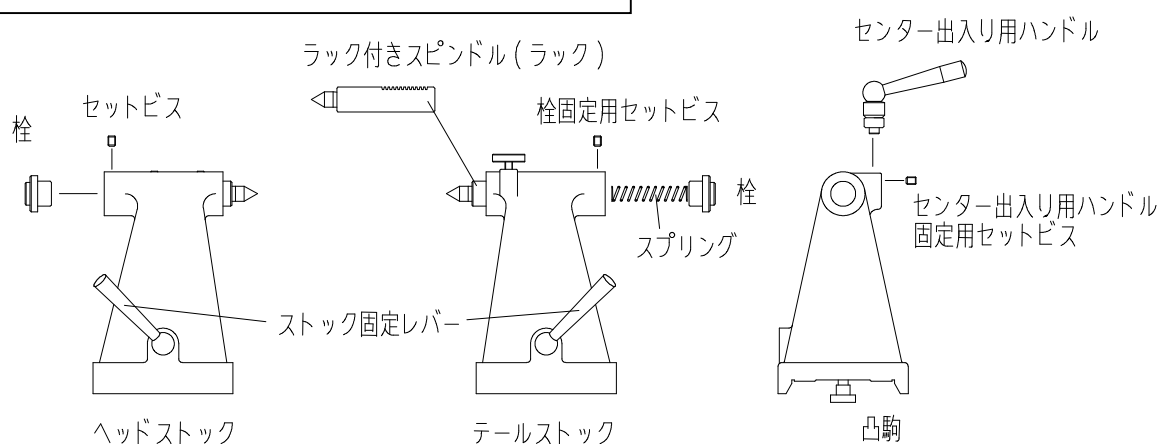

図 3、凸駒 ・ センター出入り用ハンドルの調整
- ① 図3のように栓固定用セットビスを緩めて栓を取り外してください。